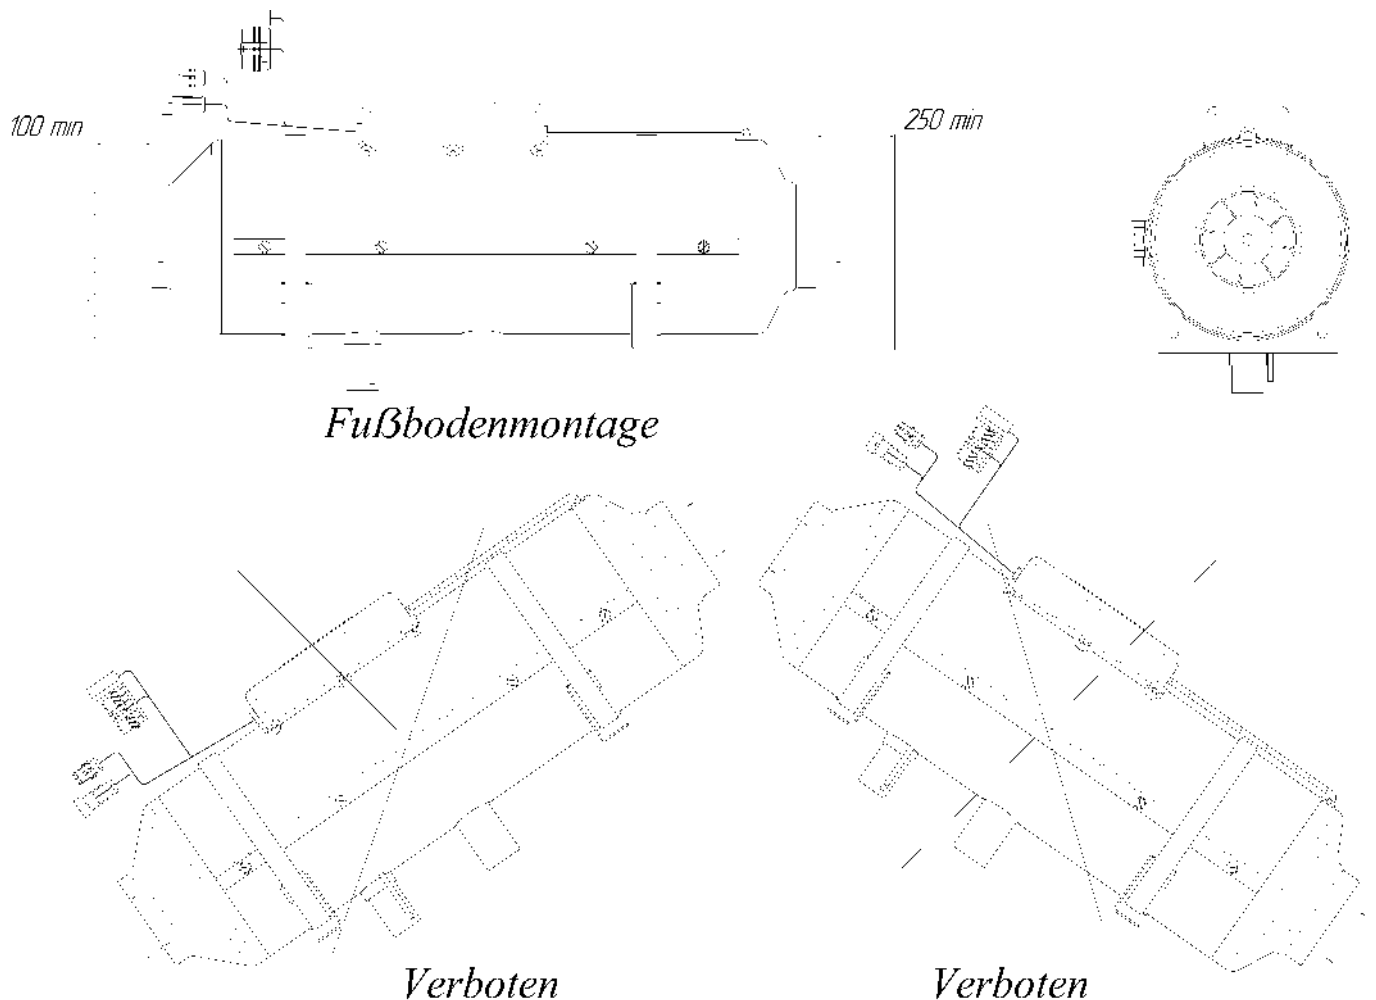

Abb. 8.1 - Installation des Heizgeräts
Die Montage des Heizgeräts erfolgt entsprechend Abb. 8.1. Die Abstellfläche für das Heizgerät muss eben sein. Die Eingangsöffnung des Heizgeräts ist so anzuordnen, dass unter normalen Betriebsbedingungen keine Abgase aus dem Fahrzeugmotor oder aus dem Heizgerät angesaugt werden können. Der Abstand zu den Wänden und Zwischenwänden vom Anschluss des Einlaufstutzens des Heizgeräts muss mindestens 100 mm betragen (siehe Abb. 8.1). Der Abstand zu den Wänden und Zwischenwänden vom Anschluss des Auslaufstutzens des Heizgeräts muss mindestens 250 mm betragen. Bei der Montage und beim Betrieb des Heizgeräts ist ein Schutz gegen das Eindringen von Fremdkörpern in den Ein- und Auslaufstutzen vorzusehen. Die Montage des Heizelements muss unter Berücksichtigung der Zugänglichkeit bei einer Demontage des Heizelements erfolgen, was letztendlich zu einer schnellen technischen Wartung führt.
**ACHTUNG! Ein zuverlässiger Betrieb des Zuheizers hängt von der richtigen Montage des Heizgeräts ab. Das Heizgerät muss horizontal entsprechend Abb. 8.1 installiert werden.**